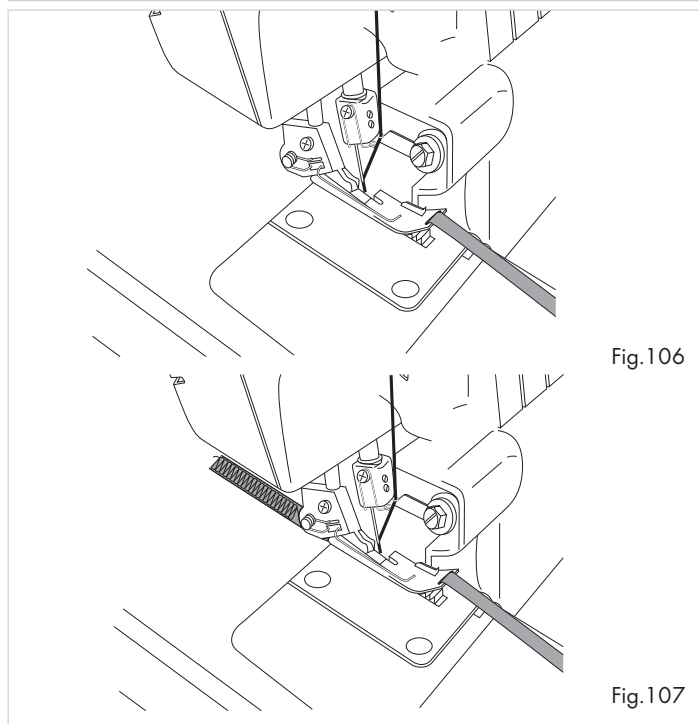

Fig.106
3. Insira o reforço (fio ou fita) na ranhura na zona frontal do calcador 21 (fig. 106).